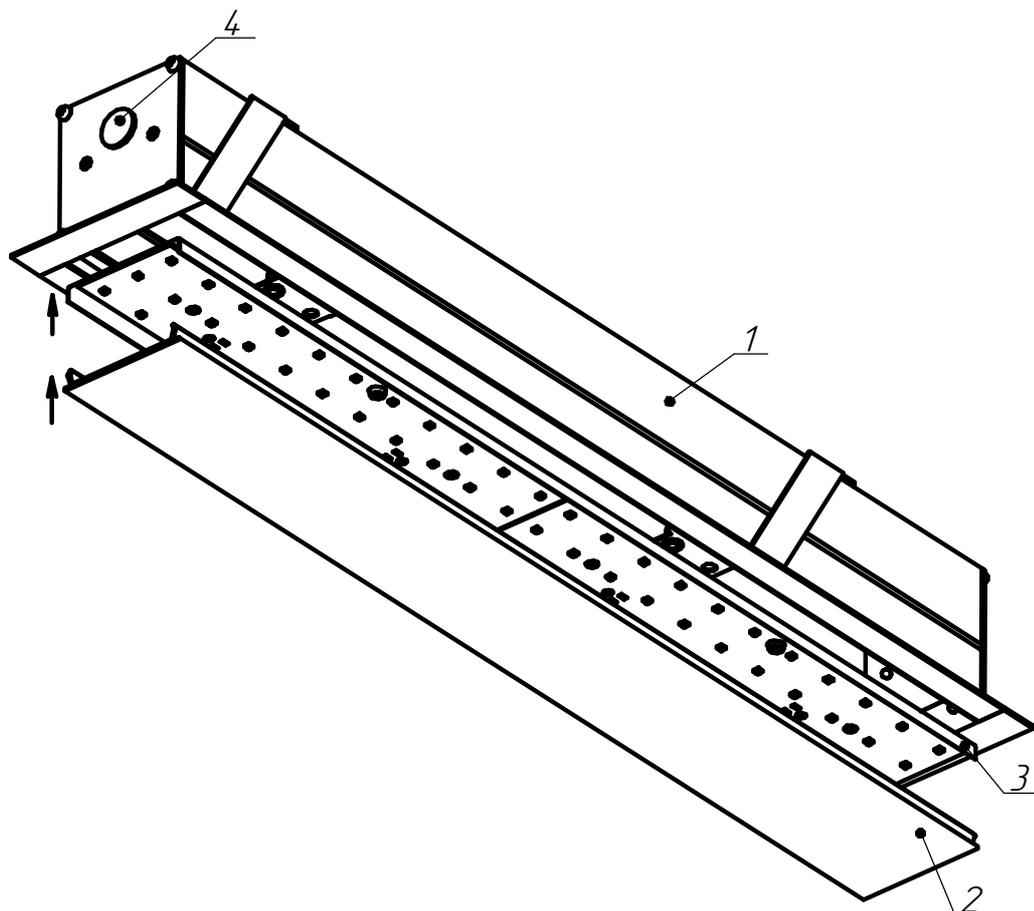

Рисунок 7 - Установка панели и рассеивателя
5.8 После подключения светильника к сети необходимо обратно установить панель и рассеиватель (см. рисунок 7).